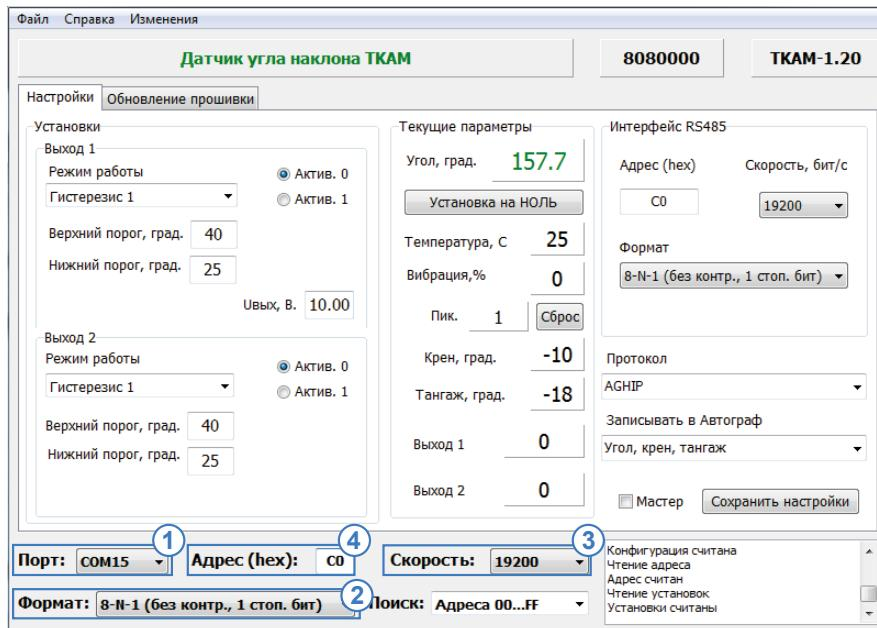

Рис.6. Поиск по адресам от 00 до FF.
- в программе «AGPConf» выберите COM-порт к которому подключается программатор «TKLS-Prog-485» (Рис.6, п.1). Посмотреть порт устройства можно в Диспетчере устройств системы, подключив предварительно программатор;
- настройте формат передачи, заданный в датчике (Рис.6, п.2). По умолчанию в датчиках установлен формат 8-N-1;
- выберите скорость передачи, заданный в датчике (Рис.6, п.3). По умолчанию – 19200;
- в поле «Адрес (hex)» укажите адрес датчика «TKAM», к которому необходимо подключиться (Рис.6, п.4);